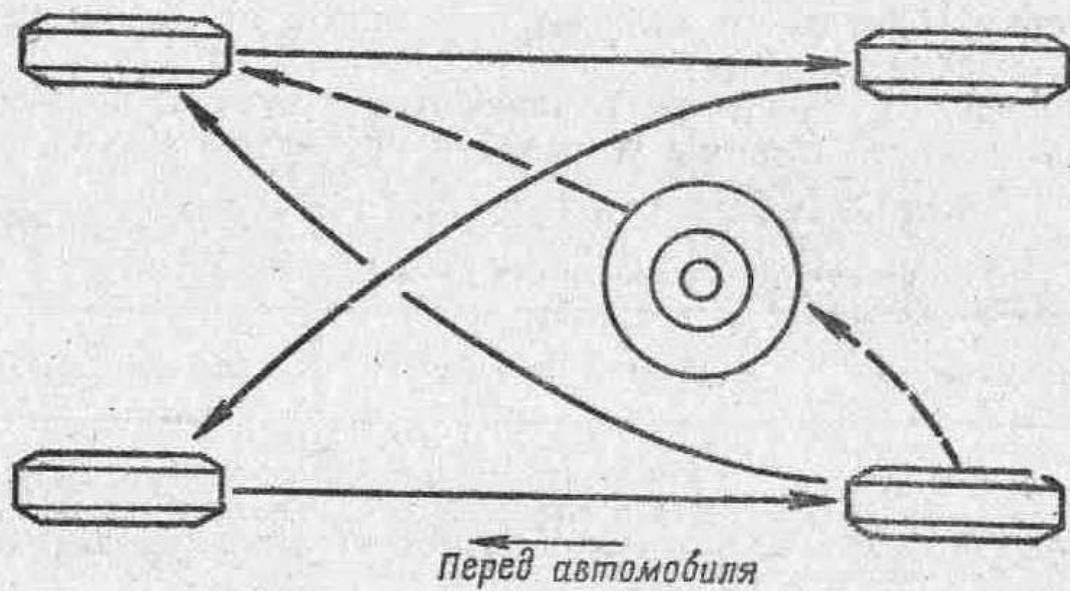

Рис. 75. Схема перестановки колес
- 11) во избежание неравномерного износа протектора через каждые 6 тыс. км пробега переставляйте колеса, как указано на схеме (рис. 75);